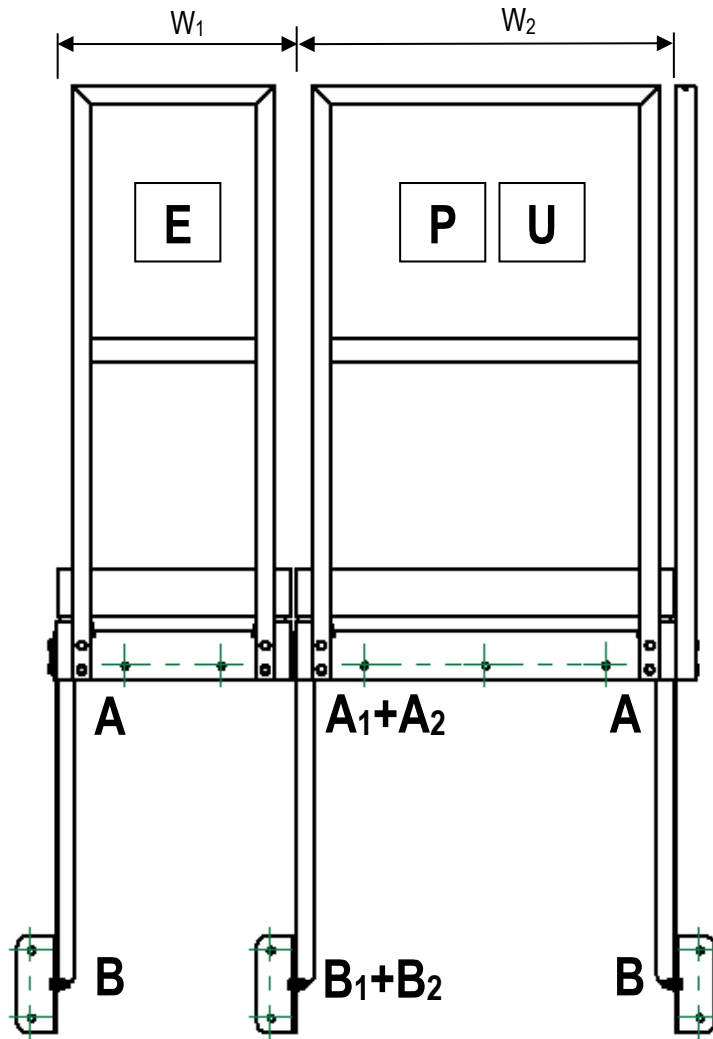

Abb. 2
- DE** Werte für einzelne Podestlager mit angesetzten Erweiterungspodesten sind zu addieren. (s. Abb. 2)
- EN** Values for individual platform bearings with attached extension platforms must be added (see Abb. 2).
- FR** Les valeurs des roulements individuels de la plate-forme avec les plates-formes d'extension attachées doivent être ajoutées (voir Abb. 2).
- ES** Deben añadirse los valores de los rodamientos de plataforma individuales con plataformas de extensión acopladas (ver Abb. 2).